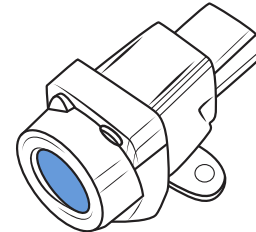

Figure 11 - Détecteur d'impact
2. Localisez le détecteur d'impact et appuyez sur le bouton (Figure 11 et 12).